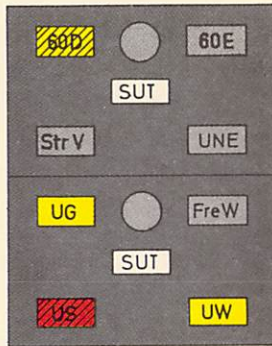

Bild 74
- (6) Wenn bei Umformerbetrieb der Signalumformer gestört ist, blinkt der Umformermelder für Signale rot (vgl. Bild 74) und der Summer ertönt. Die Signale können nicht mehr gestellt werden. Alle Signale und die Stelltauschleuchtung erlöschen, bis das Netzersatzaggregat die Stromversorgung übernommen hat. **Signalumformer gestört**